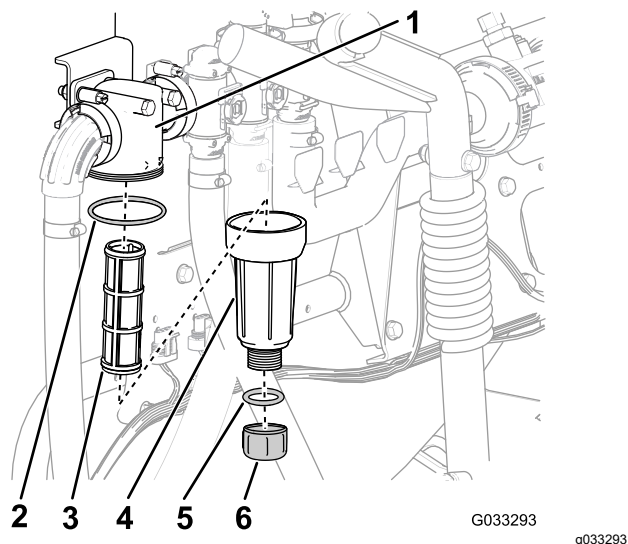

図 31
2. 圧力フィルタの下に受け容器をおく 図 31。
3. 圧力フィルタのボウルについているドレンキャップを左に回して外す 図 31。
4. ボウルを左に回してフィルタヘッドを外す 図 31。
5. 圧力フィルタエレメントを外す 図 31。
7. ドレンプラグのガスケットボウルの内側とボウルのガスケットフィルタヘッドの内側に傷や破損がないか点検する 図 31。
8. 圧力フィルタエレメントをフィルタヘッドに取り付ける 図 31。
9. フィルタヘッドにボウルを取り付けて手締めする 図 31。
10. ボウルの底部のフィッティングにドレンキャップを取り付けてキャップを手締めする 図 31。